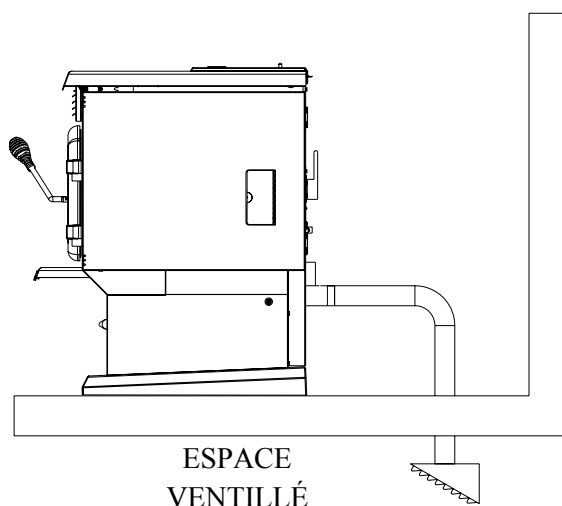

Figure 6
- Un trou dans le plancher, à l'arrière du poêle, donnant sur un espace ventilé sous la maison.(Figure 6)